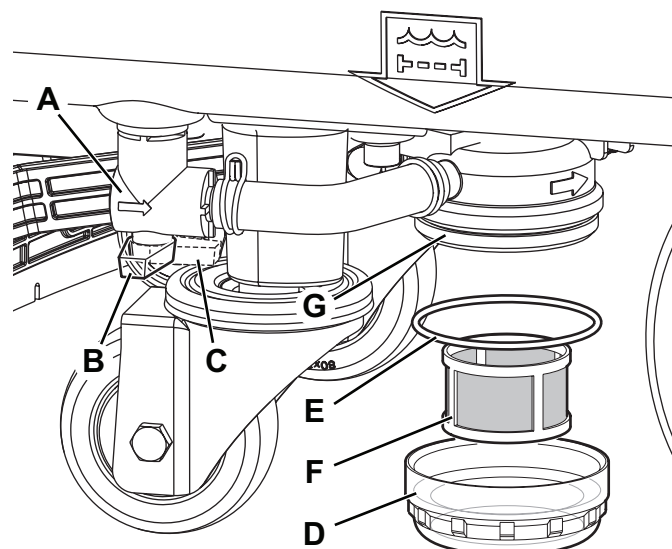

Figure 9
2. S'assurer que la machine est éteinte et (si présente) avec la clé de contact (41) retirée.
3. Fermer le robinet de la solution détergente (A, Fig. 9). Le robinet est fermé quand il se trouve dans la position (B) et ouvert quand il se trouve dans la position (C).
4. Retirer le petit glas transparent (D), récupérer le joint d'étanchéité (E), puis retirer le filet filtrant (F). Les laver et les rincer avec de l'eau, puis les réinstaller soigneusement sur le support filtre (G).
5. Ouvrir le robinet (A).